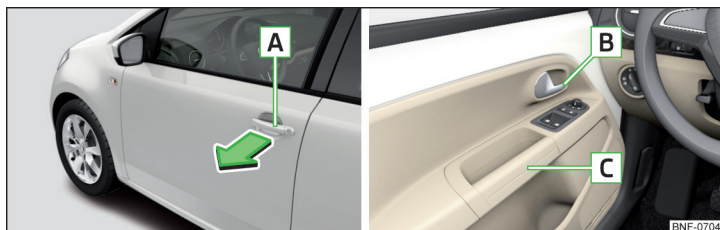

Fig. 29 Mânerul portierei/maneta de deschidere a portierei
- Pentru **deschiderea din exterior**, descuiați autovehiculul și trageți de mânerul portierei **A** în sensul săgeții » fig. 29.